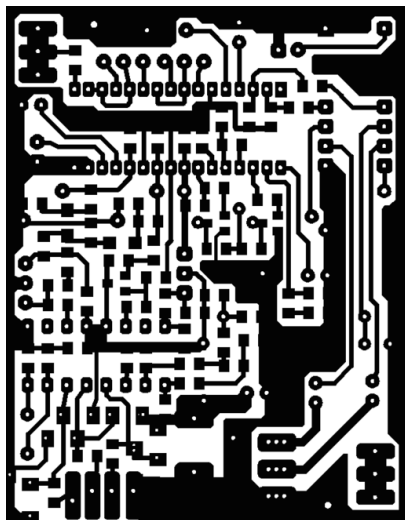

рис. 2
**Конструкция и детали.** Все элементы приемника размещены на односторонней печатной плате (**рис.2**). Для уменьшения габаритов применены SMD-компоненты, но это необязательно. Катушки намотаны проводом  $\varnothing 0,6...0,9 \text{ мм}$  на оправке  $\varnothing 4 \text{ мм}$ . Намотка вплотную 4,5 витка (выводы катушек находятся по краям, а не на одной оси).